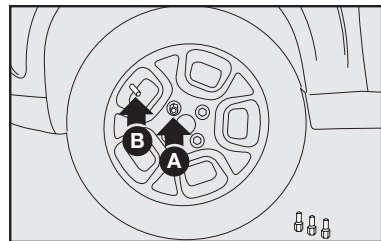

fig. 8
7) Apriete el primer tornillo **A-fig. 8**, en el orificio más cercano a la válvula de inflado **B-fig. 8**.